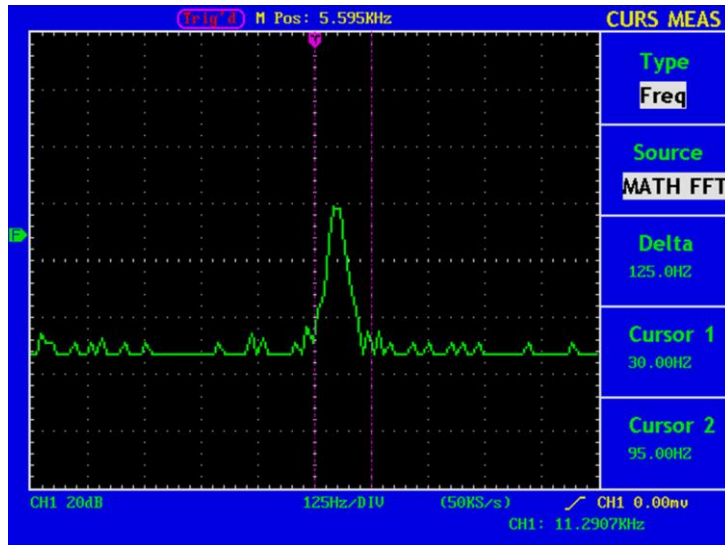

Abb. 72 Wellenform der Freq-Cursormessung
3. Stellen Sie die Positionen von **CURS**1 und **CURS**2 entsprechend der zu messenden Wellenform ein; es erscheinen dann Periode und Frequenz von Cursor 1 und Cursor 2 im Fenster. Die aktuelle Position von Cursor 1 wird unter Cursor1, die von Cursor 2 unter Cursor2 angezeigt (siehe Abb. 72).